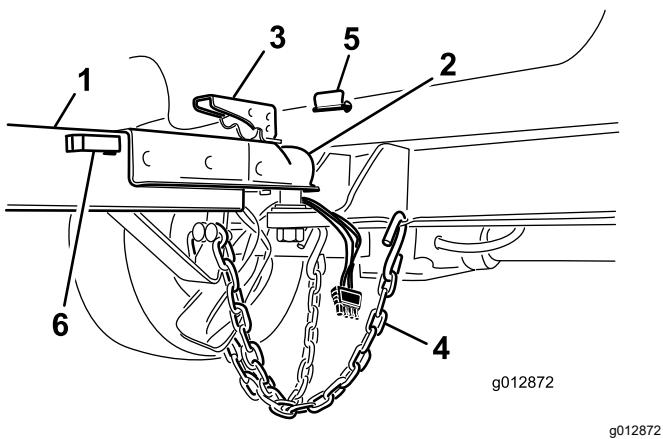

Figure 6
5. Rangez le connecteur du faisceau plat dans le support du tube d'attelage (Figure 6).
2. Levez le levier du coupleur sur la flèche tout en abaissant le couvercle sur la boule d'attelage (Figure 6).
4. Posez la goupille de verrouillage pour fixer le levier du coupleur (Figure 6).
5. Croisez les chaînes de sécurité et accrochez-les aux trous sur le dispositif d'attelage (Figure 6).